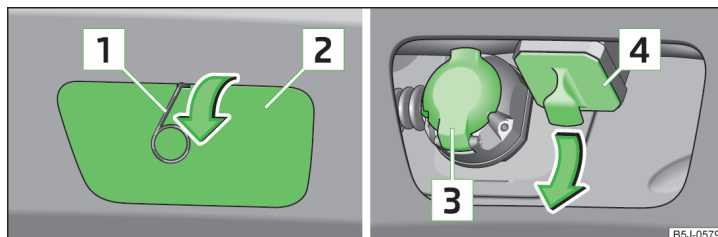

Fig. 120 Demontarea măștii: la bara de protecție spate / pentru locașul de fixare
Descrierea imaginii » fig. 120 și » fig. 121
- Detașați masca de pe bara de protecție din spate **2** » fig. 120 la pagina 124 cu ajutorul bridei pentru extragerea capacelor de roată, în sensul săgeții.
- Scoateți masca pentru locașul de fixare **4** » fig. 120 la pagina 124 în sensul săgeții » **!**.
După demontare, păstrați masca **2** precum și masca **4** » fig. 120 la pagina 124 într-un loc adecvat, în portbagaj.
- Introduceți masca pentru locașul de fixare **4** » fig. 120 *la pagina 124* în sens opus săgeții.
- Aplicați masca pe bara de protecție spate **2** » fig. 120 *la pagina 124* la „cărli-gele” din partea de jos a barei de protecție.